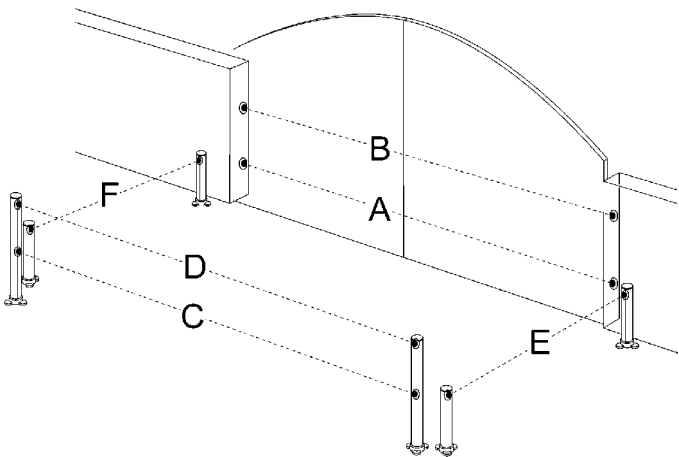
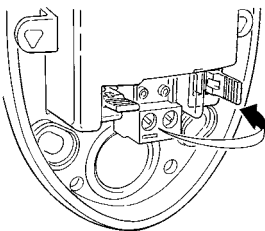

Figura 64
Figura 65
En cualquier momento es posible instalar más fotocélulas, además de aquellas entregadas de serie con el WG2. En un automatismo para puertas de 2 hojas es posible colocarlas tal como representado en la figura 64.
- 2 Determine la posición de instalación de acuerdo con la figura 64 y realice el puente de conexión de acuerdo con la Tabla 11.Los puentes que no se usen se guardan en el compartimiento reservado a tal fin, para poder ser utilizados en un futuro (figura 65).